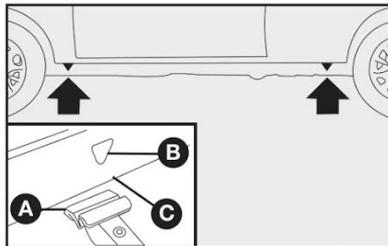

fig. 10
- Colocar o macaco onde está marcado o símbolo ▼ **B-fig. 10** perto da roda a substituir, e certificar-se de que a ranhura **A** do macaco esteja bem encaixada na longarina **C**.
- 4) Colocar o macaco onde está marcado o símbolo ▼ **B**-fig. 10, perto da roda a substituir, e certificar-se de que a ranhura **A** do macaco esteja bem encaixada na longarina **C**.